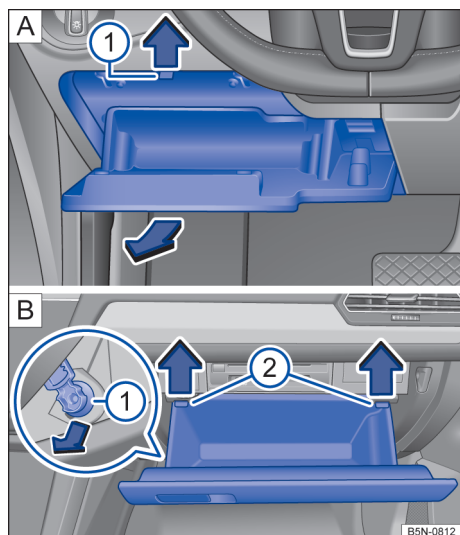

Fig. 205 No lado do condutor do painel de instrumentos: cobertura da caixa de fusíveis.
- Abrir o porta-objetos do lado do condutor → Fig. 205.
- Pressionar para cima as linguetas → Fig. 205 ⓘ no sentido da seta e ao mesmo tempo abrir e retirar mais o porta-objetos até que a placa de fusíveis esteja acessível.